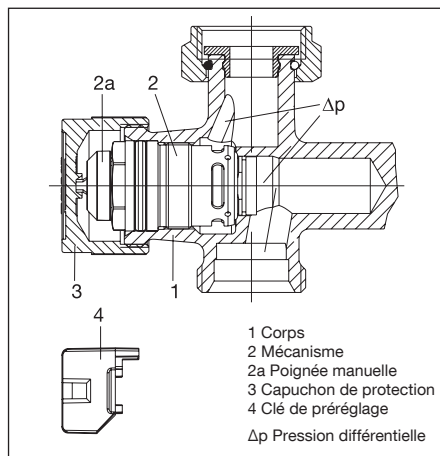

Fig. 5 Configuration du robinet thermostatique
Le débit maximal peut être réglé à l'aide de la clé de préréglage (pos. 4, fig. 5) (voir paragraphe 7.3).
Avec l'appareil de mesure raccordé, la pression différentielle disponible au corps de robinet est mesurée. Pour ce faire, dévisser le mécanisme (pos. 2, fig. 5) à l'aide du «Demo-Bloc» et effectuer une mesure avec la tige pour mesurer la pression différentielle. Dès que la pression différentielle mesurée atteint un niveau supérieur ou égal à la pression différentielle Δp_{min} (voir 4.1), elle est assez élevée pour permettre la régulation automatique du débit par le robinet.
Procéder au préréglage selon la valeur souhaitée à l'aide de la clé de préréglage (pos. 4, fig. 5). Le préréglage ne peut être effectué qu'à l'aide de la clé de préréglage fournie qui est montée sur la poignée manuelle (pos. 2a, fig. 5). Cela évite tout risque de dérèglage de la valeur réglée par des personnes non autorisées.